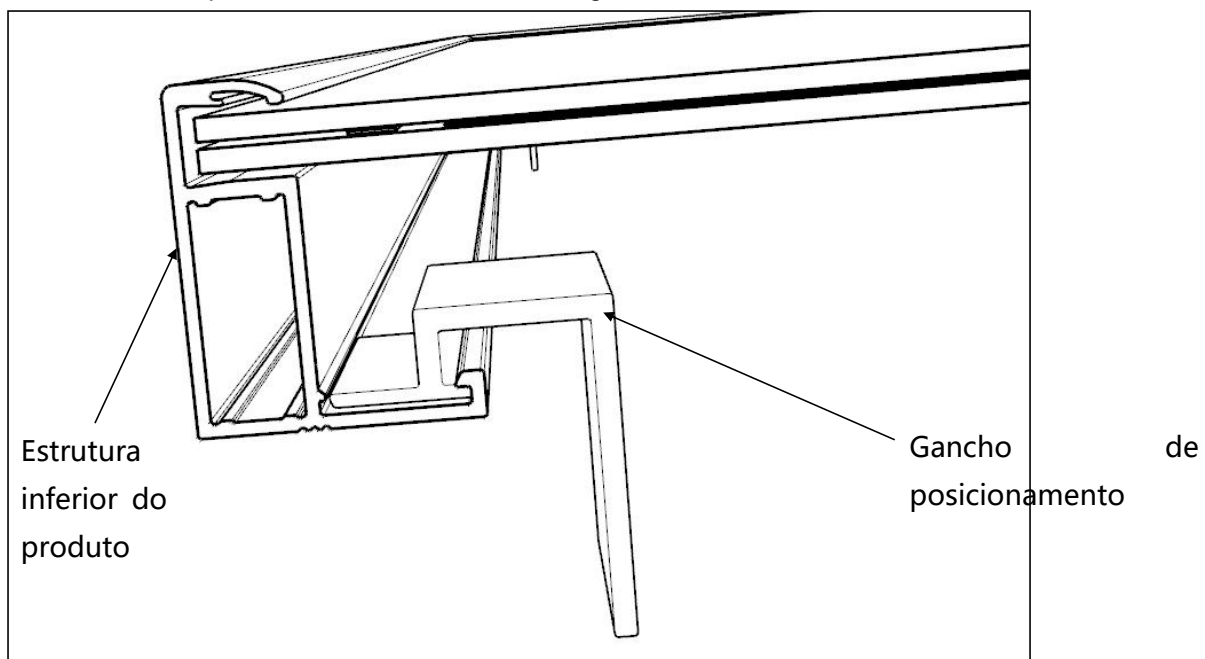
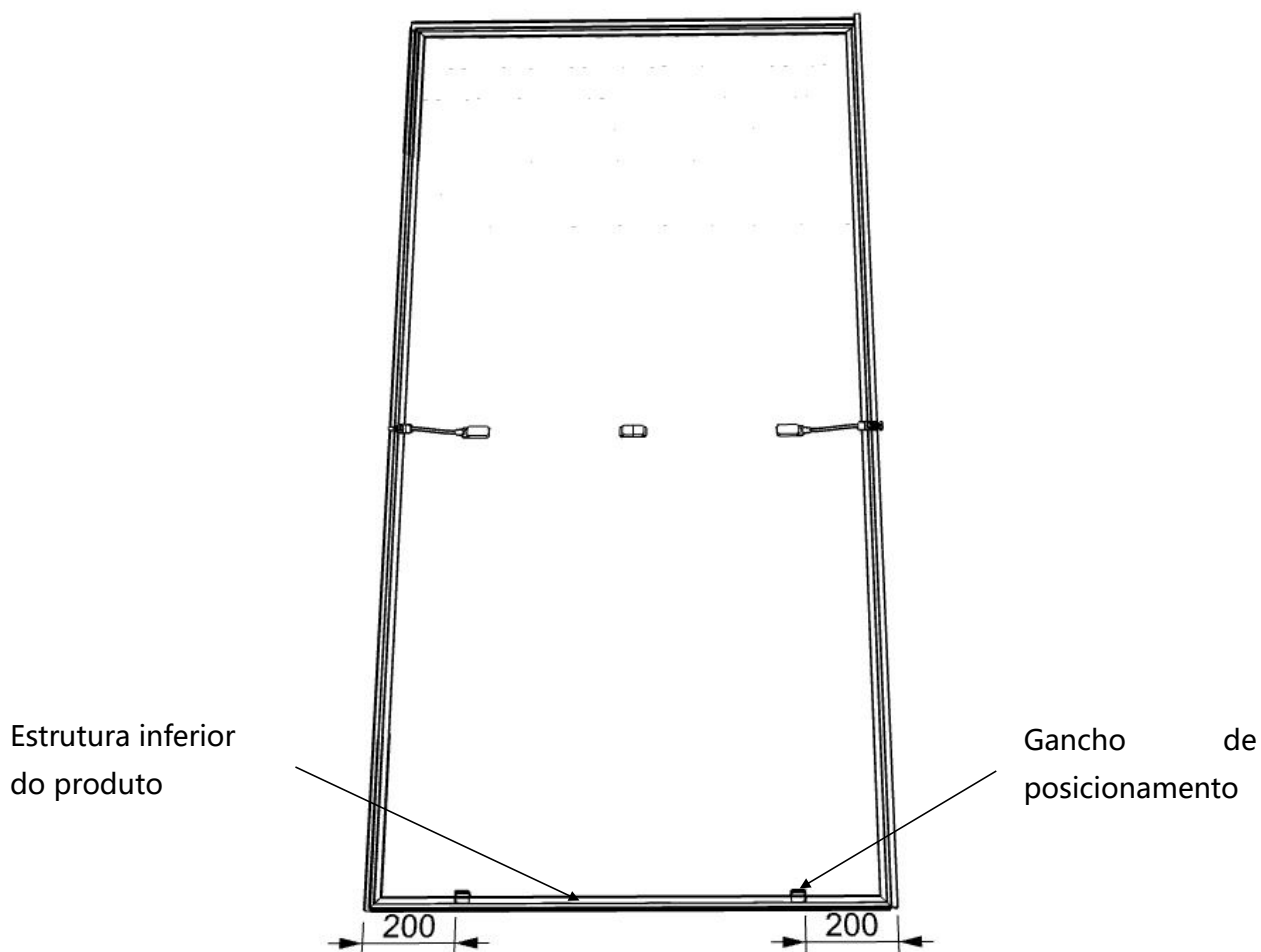

Figura 23
Figura 24
- 13 Antes da instalação da segunda linha de produtos, instale dois ganchos de posicionamento na estrutura inferior do produto. (Figura 23) A distância entre dois ganchos de posicionamento e as molduras direita e esquerda deve ser de 200mm (Figura 24).